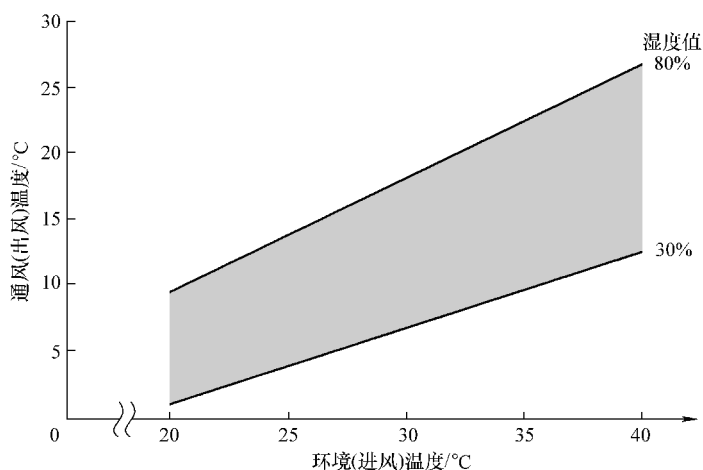

图 18-2 出风/进风温度测试图谱
① 使车辆远离直射阳光, 让其冷却至环境温度。如有必要, 清洗车辆以便让其更快冷却。
② 环境温度必须至少为 16°C 。
③ 打开发动机盖。
④ 打开前车门。
⑤ 将温度控制旋钮设置为最冷, 模式控制旋钮设置为通风, 内循环控制开关设置为内循环。
⑥ 将空调开关转至 ON 位置, 并将鼓风机 ON/OFF 开关转至 Max (最大) 位置。
⑦ 将发动机转速保持为 1500r/min 。
⑧ 车内没有驾驶人或乘客。
10) 按下述方法记录通风口 (出风) / 环境空气 (进风) 温度测试结果 (图 18-2):
① 在纵轴上标记通风口 (出风) 温度。
② 在水平轴上标记环境空气 (进风) 温度。
③ 从环境空气 (进风) 温度标记开始画一条纵轴线。
④ 从通风口 (出风) 温度标记开始画一条水平线直至与纵轴线相交。